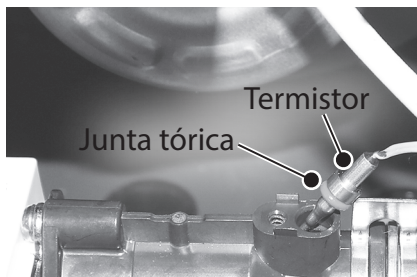

Figura 69 - Instalación de la junta tórica del termistor
- 28** Ubique el nuevo termistor, el gancho de metal y la junta tórica que se incluyen con el kit. Instale la junta tórica en el termistor. Consulte la Figura 69.